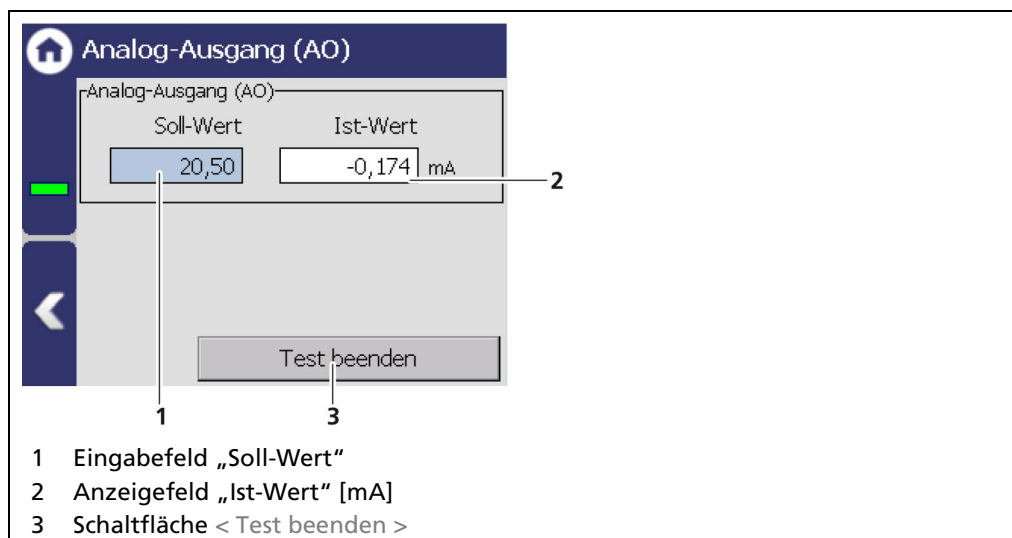

Abb. 126 Analog-Ausgang Simulation
1. Klicken Sie auf das Eingabefeld (Abb. 126, Pos.1) und geben Sie den Soll-Wert für die Simulation ein.
3. Klicken Sie auf die Schaltfläche < Test beenden > (Abb. 126, Pos.3) um die Simulation zu stoppen.